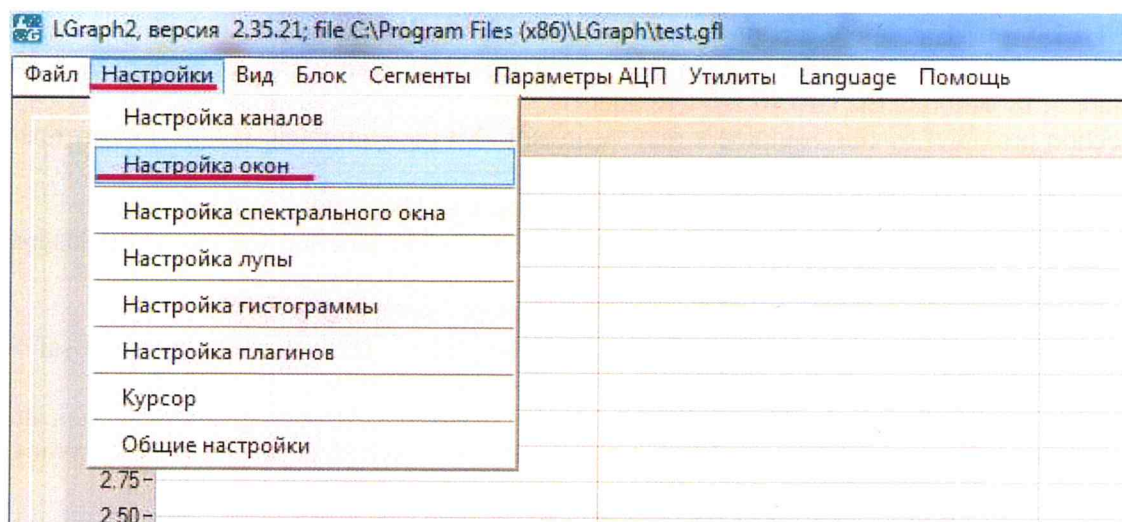

Рисунок 19. Настройка окон
11) В верхней панели найдите вкладку «Настройки» и выберите пункт «Настройка окон» (рисунок 19).